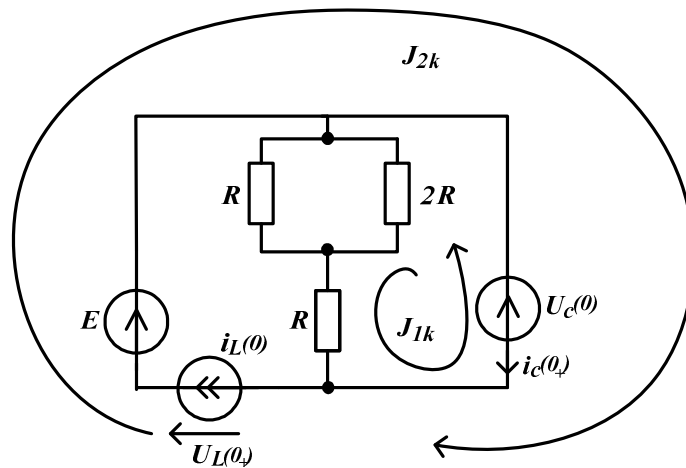

Рисунок 5. Схема для определения ЗНУ
4.2) Определяем ЗНУ $i_C(0+), U_L(0+)$ (см. рис. 5) в схеме после коммутации (индуктивность заменяется на источник тока, емкость - источник ЭДС):